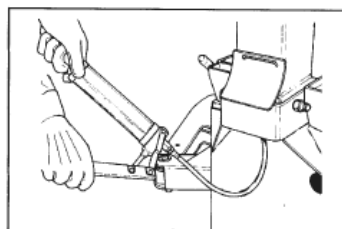

Рис. 38
F. Каждые 4 месяца смазывайте консистентной смазкой вал, соединяющий отклоняемую опору с корпусом стенда. Смазка наносится с помощью шприца (рис. 38).